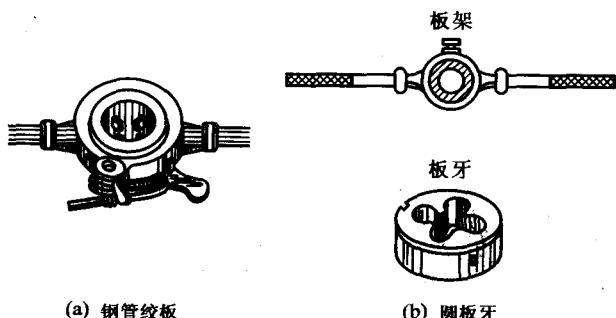

图 1-21 管子套丝绞板
在明配线管加工过程中,需在管子端部绞制外螺纹(即套丝),使管间通过管箍连接。管子套丝绞板是套丝的专用工具,其外形如图 1-21 所示。
(1) 钢管绞板:钢管绞板(见图 1-21(a))用于焊接钢管的套丝。其两端是柄臂,中间部分是可调板牙,用来调节板牙的尺寸,其边缘有固定螺钉,用以固定调整好尺寸的板牙。
(2) 圆板牙:圆板牙(又称板架板牙,见图 1-21(b))用于电线管或塑料管的套丝。